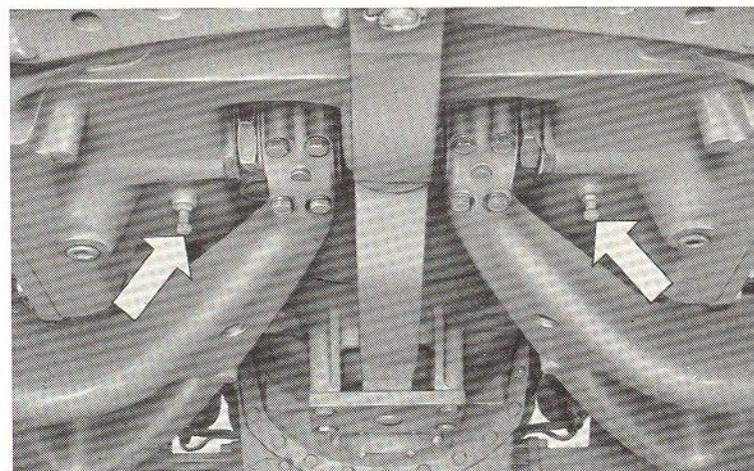

Fig. 20. - Vis de centrage des rubans du frein droit et du frein gauche.
- Serrez les deux vis de centrage des rubans de freinage (fig. 20)